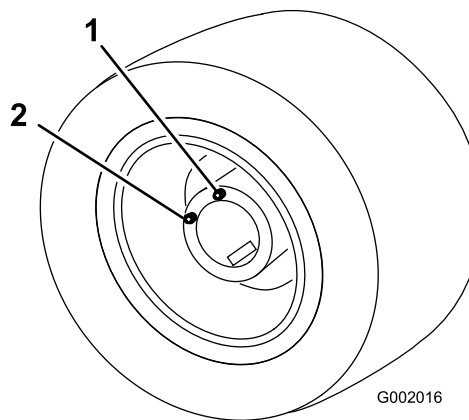

Рисунок 83
5. Медленно перемещайте машину до тех пор, пока колесо не будет установлено в положение, показанное на Рисунок 83.